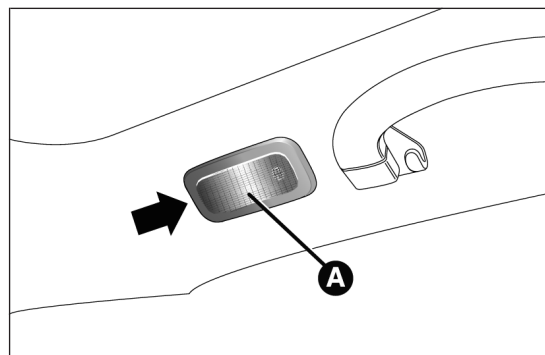

fig. 197
- intervenir sur le point indiqué par la flèche et enlever le plafonnier A fig. 197 ;
- remonter le plafonnier A fig. 197 en l'engageant dans sa position correcte d'abord d'un côté et ensuite en poussant sur l'autre côté jusqu'à entendre le déclic de blocage.